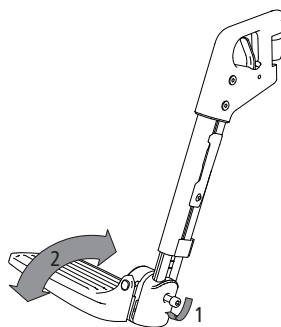

Abb. 33
2. Lösen Sie die Innensechskantschraube und ziehen Sie die Fußplatte leicht nach innen, bis sich die Arretierung löst (1, Abb. 33).
3. Stellen Sie nun den gewünschten Winkel ein (2, Abb. 33) und ziehen Sie die Innensechskantschraube wieder fest.